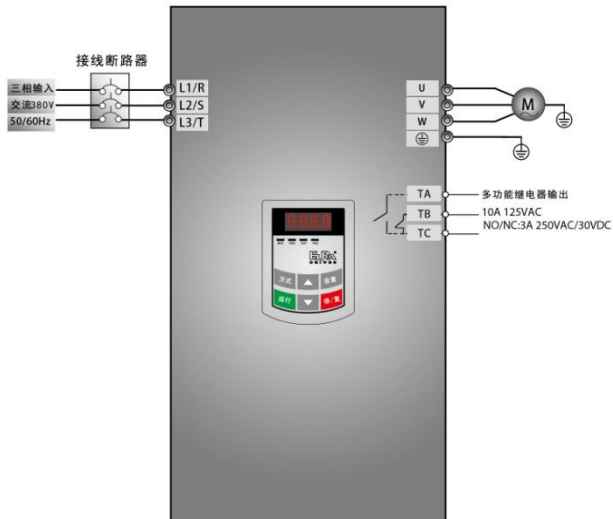

图 5-1 接线图 1
- (1) 按图 5-1 配线，检查接线正确后，合上空气开关，变频器上电；
- (2) 按方式键，进入编程菜单。
- (3) 进行电机参数测量
- (2) 按方式键，进入编程菜单；
- (3) 进行电机参数测量；操作步骤与例 1 完全相同。
- (4) 设置变频器的功能参数；